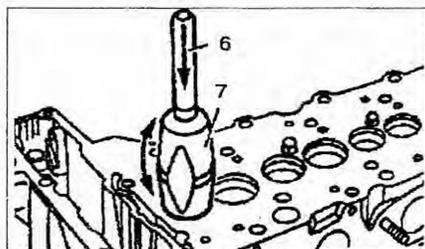

Рис. 2.33. Используя пластмассовый молоток и алюминиевый пробойник, быстро вбейте расточной инструмент.
14. Используя пластмассовый молоток (весом примерно 250 г) и алюминиевый пробойник, быстро вбейте расточной инструмент (рис. 2.33).